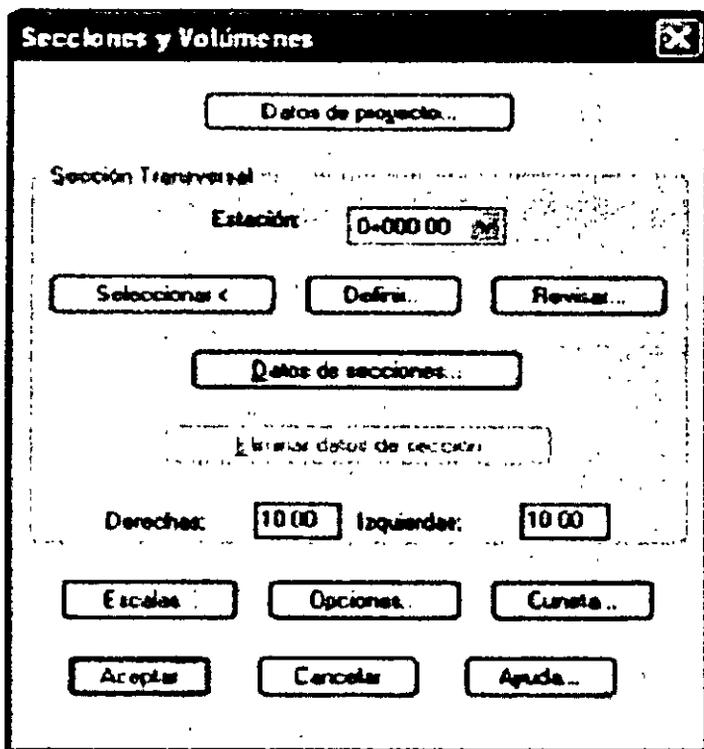

Fig. 25: Caja de diálogo para cálculo de volúmenes
5. Elija la rutina para calcular secciones y volúmenes (Altimetría → Secciones → Volúmenes → Procesar Eje..), seleccionando el perfil de terreno y proyecto para alimentar los datos al programa. Al hacer lo anterior, aparecerá una caja de diálogo donde se podrá especificar datos de proyecto y opciones (fig. 25).